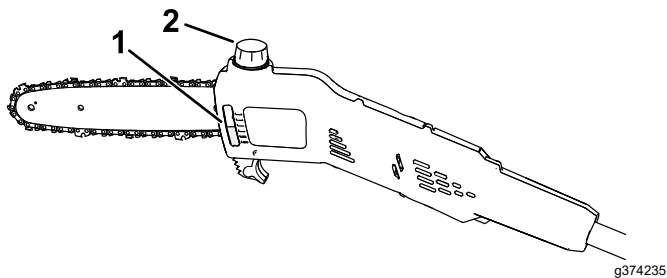

Figura 15
2. Controllate il livello dell'olio attraverso la finestrella. Se l'olio non riempie la finestrella, aggiungete olio per la barra e la catena secondo necessità (Figura 15).
4. Pulite la zona intorno al tappo di riempimento dell'olio (Figura 15).
5. Togliete il tappo e versate l'olio per barra e catena nella elettrosegga fino a riempire completamente il serbatoio (Figura 15).